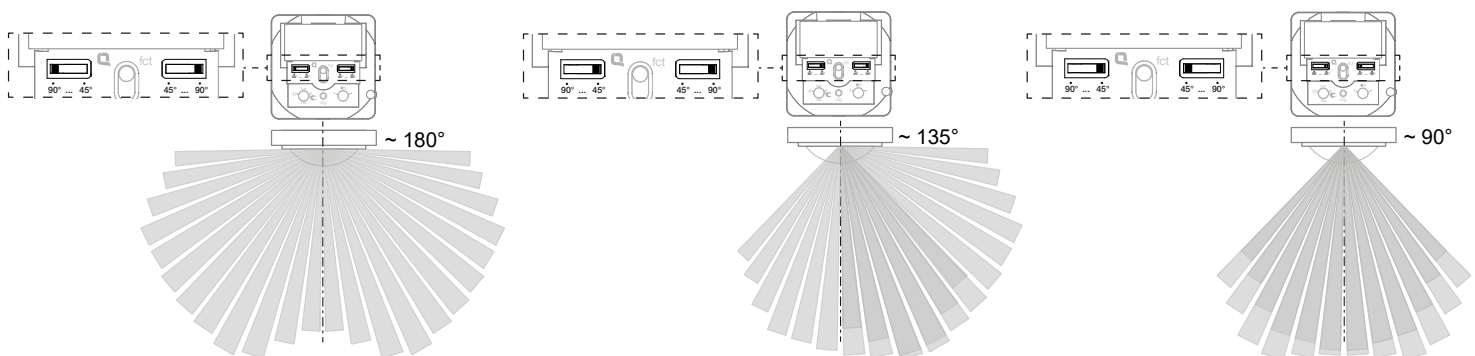
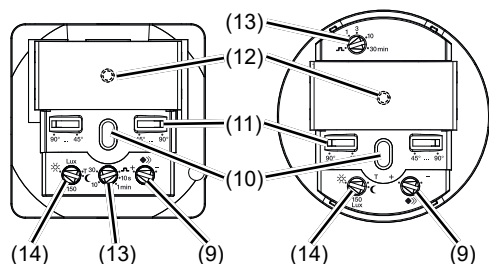

Fig. 8: Inställning av detekteringsvinkeln
Fig. 5: Manövrerings- och justeringselement i den nedre delen av påsatsen
- Fäst demonteringsskyddet med skruv i förekommande fall (5).
- Klicka designkåpan (4) på plats på påsatsen (3) efter driftsättningen.
- i Om driftsättningen ska göras med en handhållen sändare ska ljusstyrkepotentiometern (fig. 5, 14) ställas på läget T och sedan ska designkåpan snäppas på.
Detekteringsvinkeln kan begränsas mellan 45° och 90° för respektive justerare för höger sida och för vänster sida via respektive justerare (fig. 5, 11). Detta kan utföras på enheten. Detekteringsvinkeln kan därför vara mellan 90° och 180° (fig. 8).
- Inställning av testläget. Ställ in potentiometern för reaktionsljusstyrkan (fig. 5, 14) på läget T.
- Vrid potentiometern för reaktionsljusstyrkan (fig. 5, 14) till önskat läge.
- Vrid potentiometern för tillslagstid (fig. 5, 13) till önskat läge.
- Vrid potentiometern för fördröjningstiden (fig. 5, 13) till läget
- Vrid potentiometern för reaktionsljusstyrkan (fig. 5, 9) till önskat läge.
- Ställ potentiometern för reaktionsljusstyrkan (fig. 5, 14) på läget T.